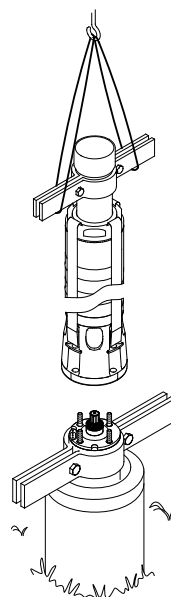

Fig. 20 Mettre la pompe en position
3. Soulever la pompe en fixant les colliers de serrage sur le tuyau d'extension. Voir fig. 20.